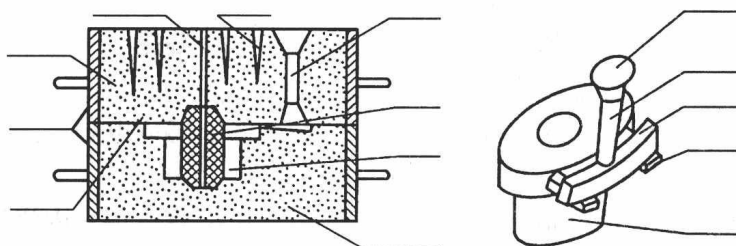

图 2-1
1. 标出图 2-1 中铸型装配图中浇注系统及铸件各部分名称。